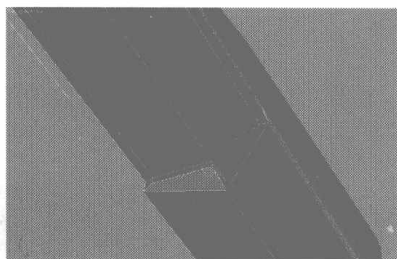
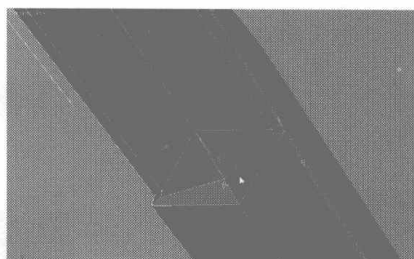
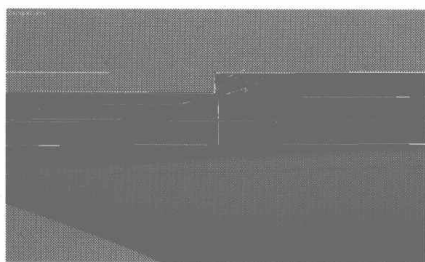
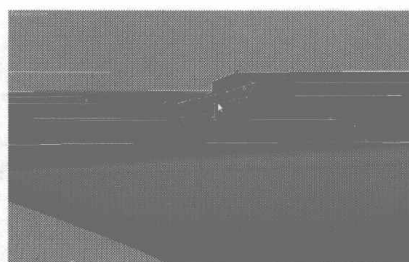

图 2.82
图 2.83
图 2.84
图 2.85
- 06** 关闭细分, 选择如图 2.82 所示的点, 调整到如图 2.83 所示的位置。选择如图 2.84 所示的点, 调整到如图 2.85 所示的位置。